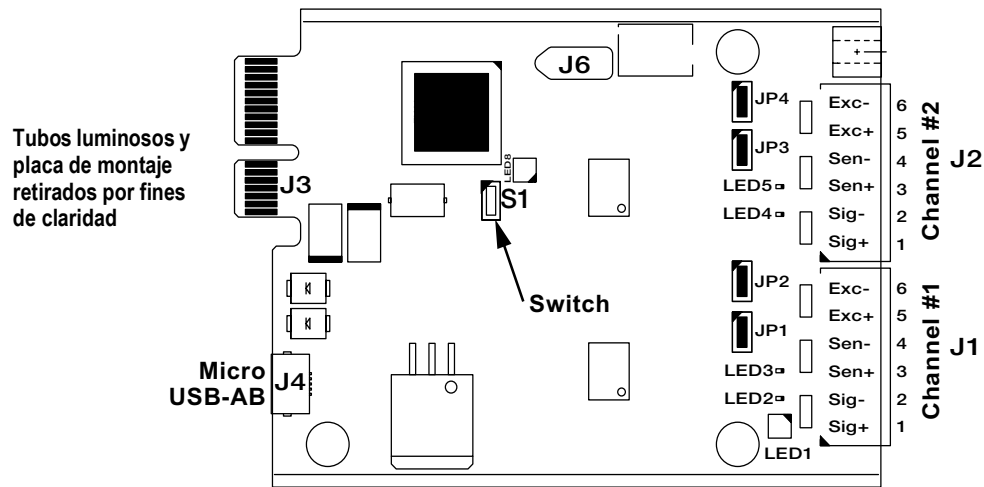

Figura 12-6. Tarjetas de báscula A/D individuales y duales de primera generación
6. Con un cable USB (tipo de conexión A en un extremo y microconexión en el otro) (consulte la Figura 12-6), conecte la tarjeta de báscula a la placa de CPU del 1280.